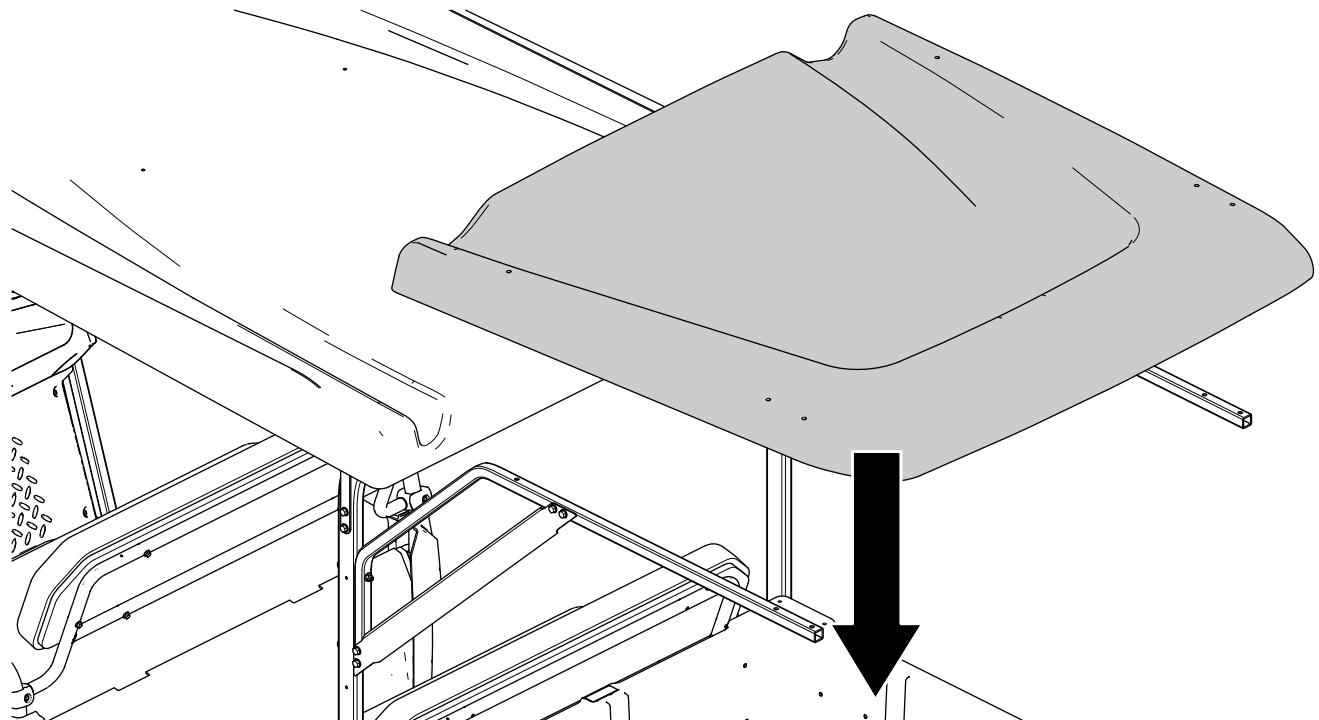

Figura 4
1. Coloque la extensión de la capota encima de los tubos traseros instalados (Figura 4).